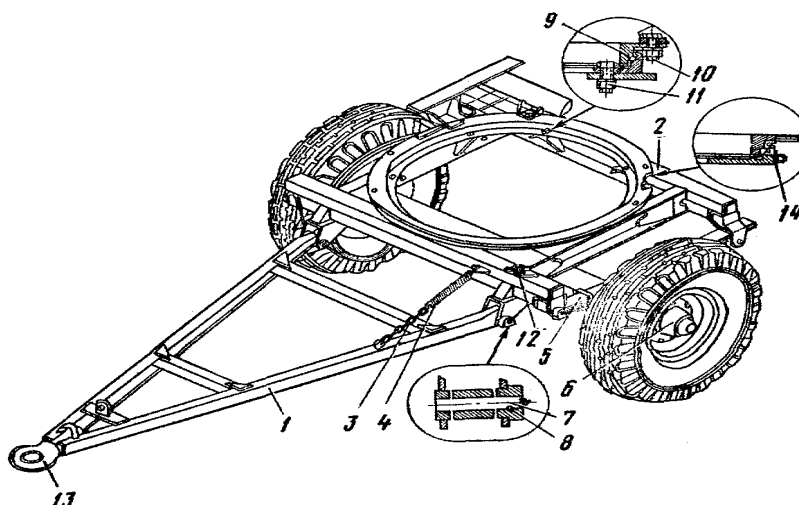

Рис. 4. Тележка поворотная:
4.3 Тележка поворотная (рис.4). Поворотная тележка состоит из рамы 2, поворотного круга 9, стопора поворотного устройства 12, дышла 1, пружины 4, оси передней с колесами и тормозами 6, передней подвески 5.
4.3.4. Дышло прицепа сварное, имеет вид жесткой треугольной рамы, состоящей из двух основных балок, соединенных между собой поперечинами. Сцепная петля 13 (см. рис.4) крепится к дышлу с помощью сварки.